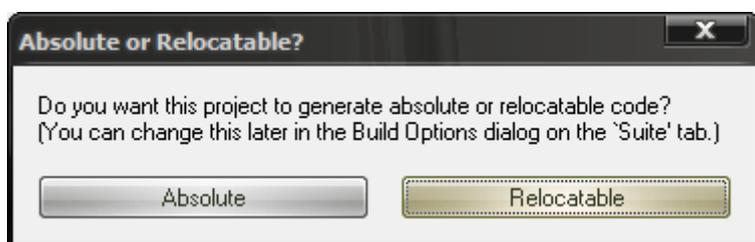

Рис. 16 Сообщение среды перед первой компиляцией
5. **Компиляция исходного кода** осуществляется путем нажатия клавиши F10. При первой компиляции среда выдаст сообщение (рис. 16), выберите пункт «Relocatable». В случае отсутствия синтаксических ошибок среда выдаст в окне